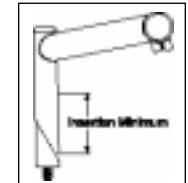

Fig.1
4. Sur les tubes pivots filetés, introduisez une longueur minimum de potence en accord avec les normes CPSC et JIS. La potence doit pénétrer le tube d'une longueur au moins égale à 2,5 fois le diamètre de la potence à son extrémité inférieure, pas en biseau (voir Fig. 1).